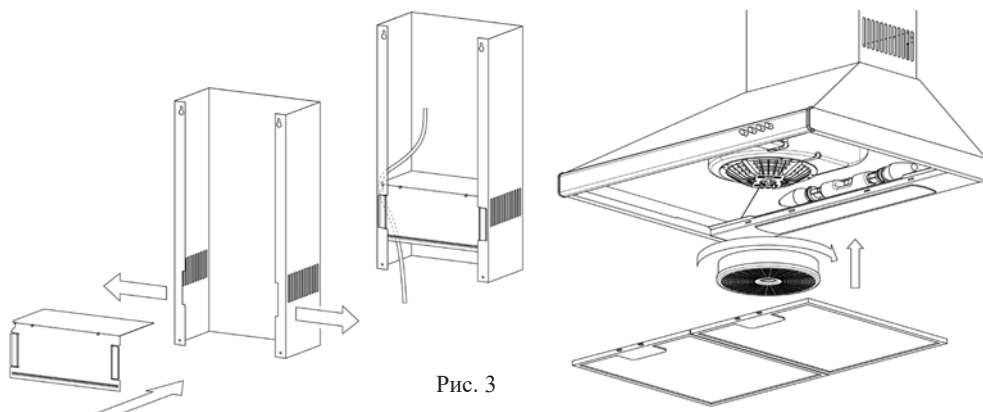

Рис. 3
ВНИМАНИЕ! МИНИМАЛЬНОЕ РАССТОЯНИЕ МЕЖДУ ПЛОСКОСТЬЮ УСТАНОВКИ ПОСУДЫ НА ПЛИТУ (НАГРЕВАТЕЛЬНОЙ ПОВЕРХНОСТЬЮ) И ВОЗДУХООЧИСТИТЕЛЕМ ДОЛЖНО БЫТЬ 75 см. ВОЗДУХООЧИСТИТЕЛЬ КРЕПИТЬ НА РОВНУЮ ПОВЕРХНОСТЬ (рис. 3).
6.7 **ДЛЯ РАБОТЫ В РЕЦИРКУЛЯЦИОННОМ РЕЖИМЕ** установите заслонку в трубу нижнюю так, чтобы сетевой шнур проходил через подогнутый уголок заслонки. При установке разведите в стороны боковые плоскости нижней декоративной трубы и поочередно вставьте проушины заслонки в пазы на задних полках (рис. 3). Для установки фильтра угольного кассетного, оденьте его на фиксирующие элементы в центре вентилятора и поверните по часовой стрелке до упора (рис. 3). Демонтаж производится в обратном порядке.